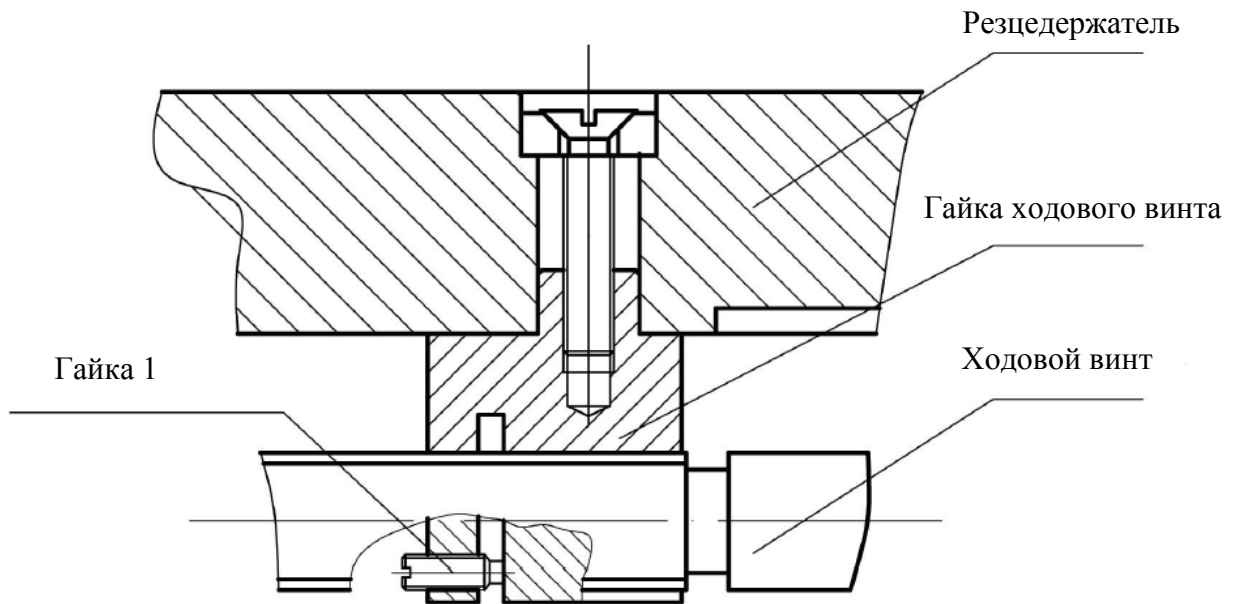

Рис. 10 Отрегулируйте зазор горизонтального ходового винта
3) Регулировка зазора гайки ходового винта (см. рис. 10): вращайте винт 1, чтобы устранить зазор. Зазор не должен быть слишком малым, в противном случае износ усилится.